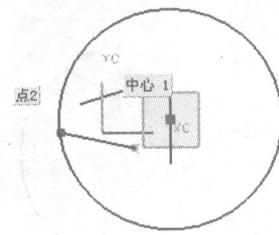

图 1-22 整圆示意图
- 单击【整圆】按钮，可以切换成整圆，如图 1-22 所示。